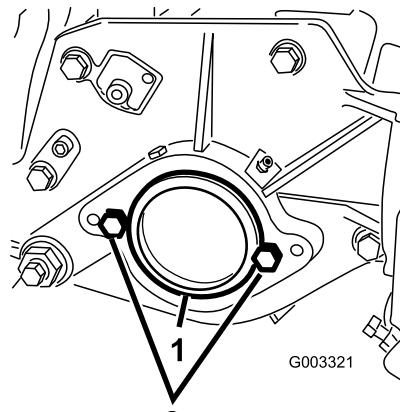

Figure 12
2. A l'extrême droite du plateau de coupe, retirez l'obturateur en plastique du logement de roulements (Figure 12).
3. Enlevez les 2 vis de la plaque latérale droite (Figure 12).
1. Obturateur en plastique 2. Vis (2)
5. Placez les 2 vis de fixation du moteur de cylindre sur la plaque latérale gauche du plateau de coupe sans les serrer (Figure 12).